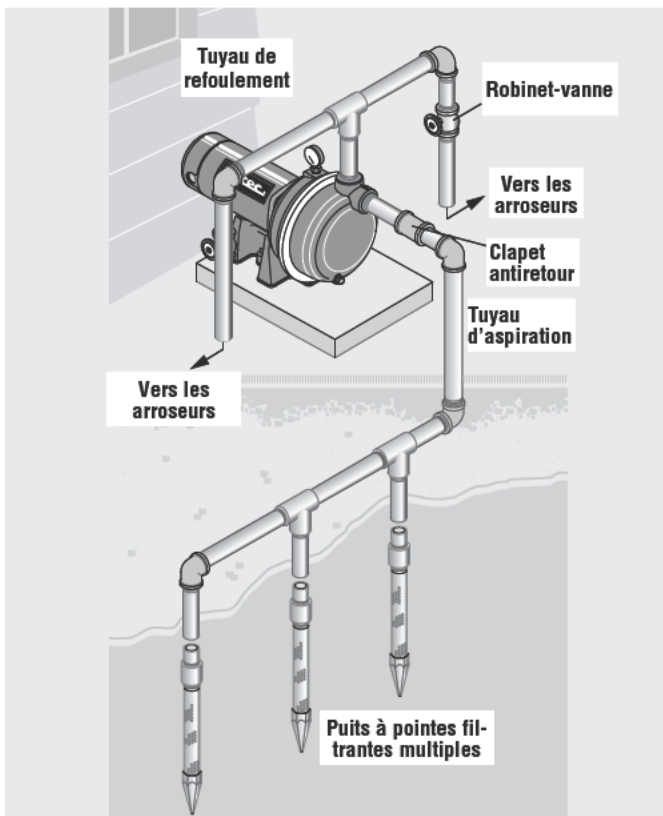

Figure 2 - Installation de puisage par point mené, points de puits multiples
- 1 ° Relier le tuyau d'aspiration au point d'entraînement (Fig. 2). Prévoir une longueur de tuyau horizontale aussi courte que possible. Utiliser de la bande téflon sur les filets de tuyau mâles. Il faut sans doute puiser à partir de points de puits multiples pour alimenter suffisamment la pompe en eau.